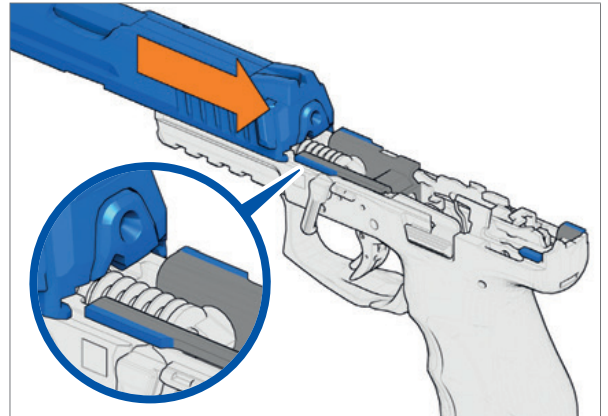

Abb. 57: Verschluss über die Führungsleisten schieben
5. Verschluss von oben auf das Griffstück setzen und über die Führungsleisten des Griffstücks schieben (Abb. 57).